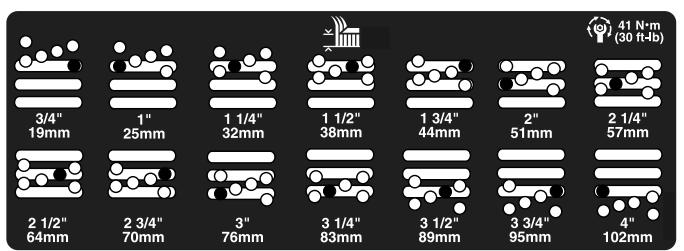

Figura 20
5. Mueva la cámara a la altura deseada e instale un espaciador en el orificio y la ranura de altura de corte deseados (Figura 20)